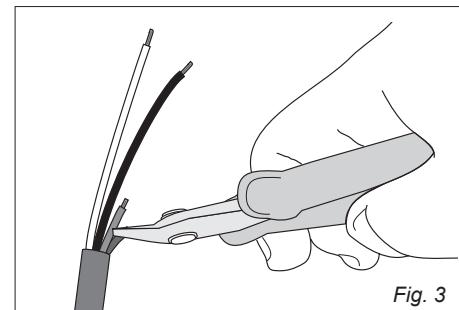

Fig. 3
**N.B.: Si raccomanda di tagliare ed isolare i terminali che non verranno utilizzati (vedi fig. 3).**
**Beachte: Es wird empfohlen, die nicht zum Einsatz kommenden Endstücke abzuschneiden und zu isolieren (Abb. 3).**
**N.B.: Take care to cut and insulate the ends that will not be used (see Fig.3).**
**N.B.: Aansluitklemmen die niet gebruikt worden, moeten worden afgeknipt en geïsoleerd (zie fig. 3).**
**Remarque : il est recommandé d'enlever et d'isoler les bornes qui ne sont pas utilisés (voir fig. 3).**
**N.B.: Se recomienda cortar y aislar los terminales que no se utilicen (véase la fig. 3).**